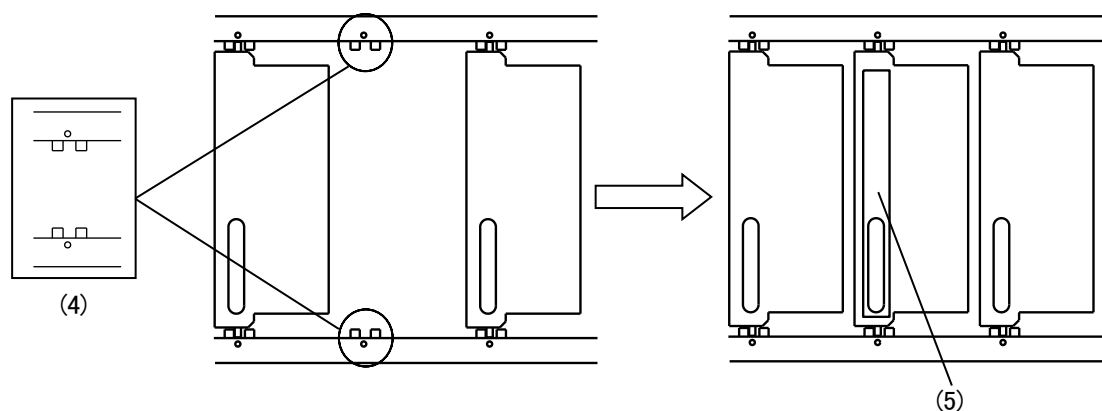

図 4-3 メインモジュールの挿入
(4) 筐体前面のスロット内部に異物がないことを確認しメインモジュールを挿入します。
- ・図 4-3(4) のスロットに、メインモジュールの基板を滑り込ませます。
(5) 奥までメインモジュールを押し込みます。
- ・その際、図 4-3(5) の辺り(正面パネルの下側)を押すようにしてください。